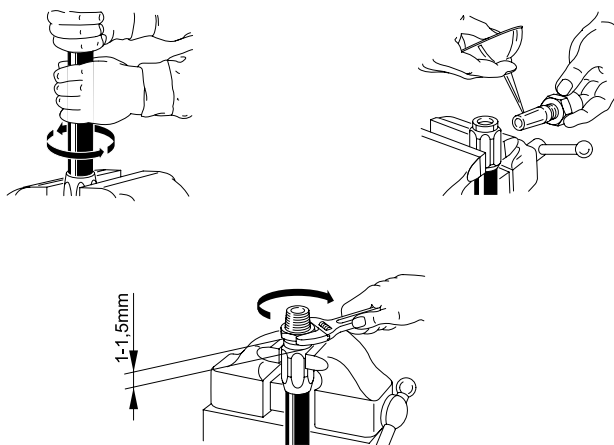

Рис. 4.5
- Оболочка шланга не снимается. Зажмите патрон и вверните шланг против часовой стрелки в патрон до упора, затем вращайте его в обратную сторону на 1/4 оборота (см. Рис. 4.5)
- Ввертывать ниппель на шестиграннике следует по часовой стрелке в патрон и шланг до тех пор, пока шестигранник не будет прилегать к патрону с зазором от 1,0 до 1,5 мм. Не затягивать (Рис. 4.5).